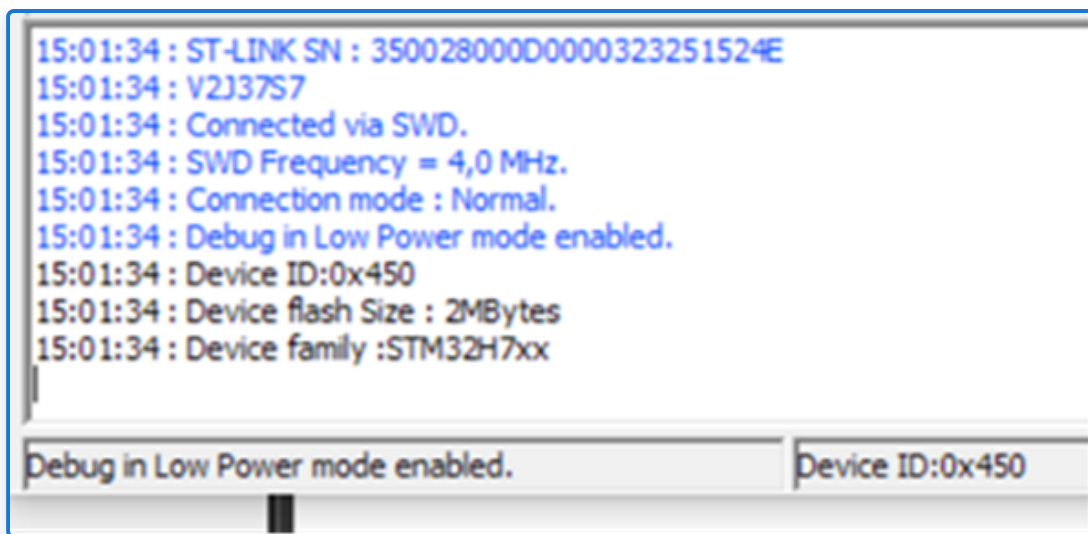

Рисунок 9 - Детектирование процессора
2.1.5 Проконтролируйте что программатор определил плату - см. Рисунок 9